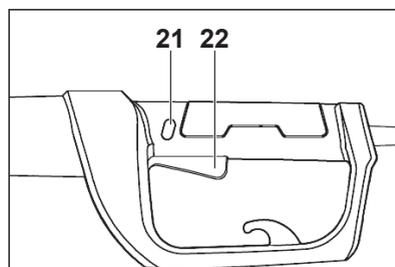

Fig. 22
- > Appuyez sur le bouton de déblocage [21] avec le pouce de la main droite, puis appuyez à fond sur le bouton marche/arrêt [22] avec l'index et maintenez-le enfoncé (fig. 22).